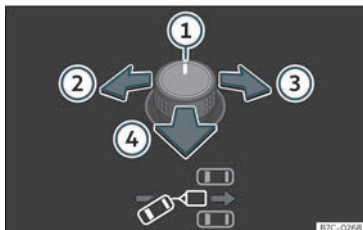
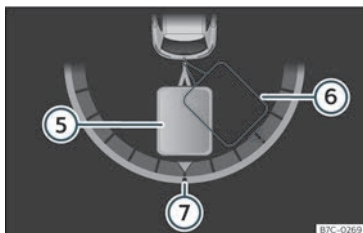

Fig. 188 Mando xiratorio dos retrovisores exteriores: axustar o ángulo do remolque.
Fig. 189 Pantalla do quadro de instrumentos: dar marcha atrás.
Lenda da **fig. 188**, » **fig. 189** :
- Bascule o mando xiratorio ata acadar a dirección desexada » **fig. 188** . Na pantalla do quadro de instrumentos aparece, a modo de orientación, unha representación do conxunto vehículo tractor e remolque na posición actual » **fig. 189** .